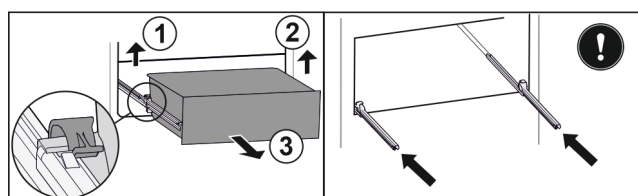

Fig. 34*
- ▶ Nadvihnite ľavú svorku a súčasne ťahajte zásuvku vľavo dopredu Fig. 34 (1).*
- ▶ Nadvihnite pravú svorku a súčasne ťahajte zásuvku vpravo dopredu Fig. 34 (2).*
- ▶ Odoberte zásuvku dopredu Fig. 34 (3).*